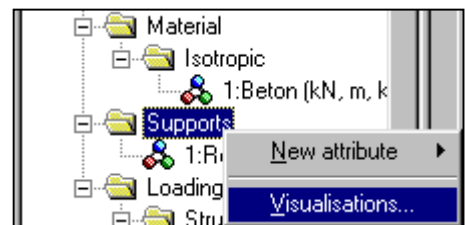

Fig. 27
- din fereastra din stânga, meniul **Treeview** apăsând butonul din dreapta al mouse-ului pe **Supports**, alegeți opțiunea **Visualisations** (fig. 27)